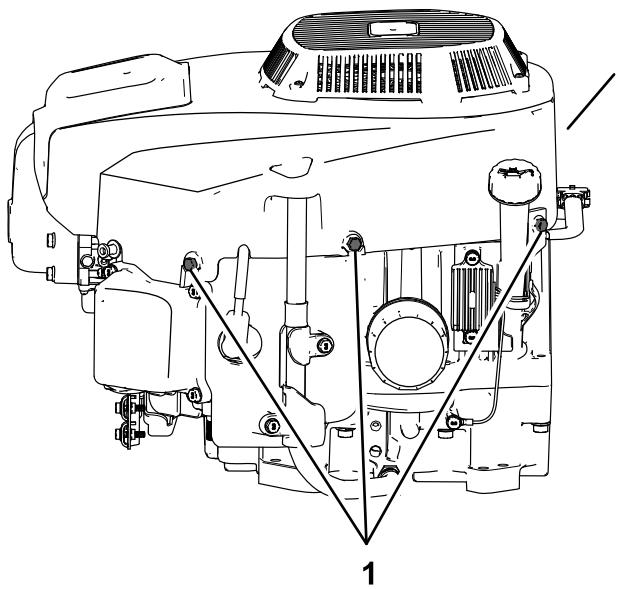

Figure 38
4. Desserrez les boulons et déposez le carter du ventilateur (Figure 38).